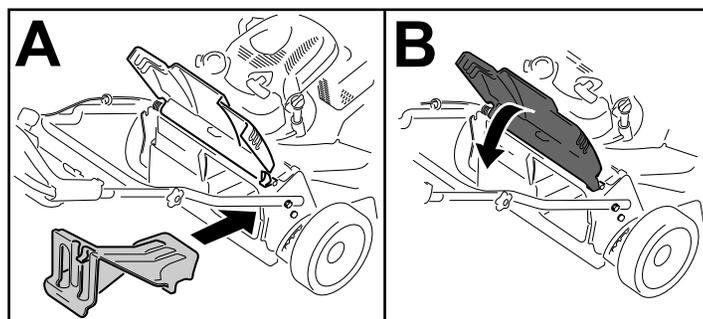

Figura 23
- Se il coperchio di scarico posteriore non è installato, afferratelo dalla stegola, sollevate il deflettore posteriore e inseritelo nel condotto di scarico posteriore fino a bloccare il fermo in posizione; vedere Figura 23.
Importante: Prima di riciclare lo sfalcio, verificate che il coperchio di scarico posteriore sia montato (Figura 23).